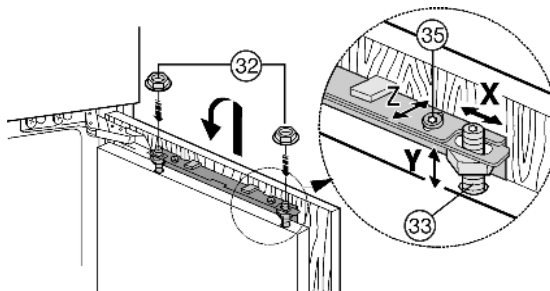

Fig. 24
- ▶ Zawiesić drzwi meblowe na sworzniach regulacyjnych Fig. 24 (33) i lekko nakręcić nakrętki zabezpieczające Fig. 24 (32) na sworznie regulacyjne.
- ▶ Ustawianie drzwi meblowych na wysokość Y i pochylenie boczne: za pomocą śrubokrętu ustawić sworznie regulacyjne Fig. 24 (33).
- ▶ Dokręcić nakrętki zabezpieczające Fig. 24 (32).